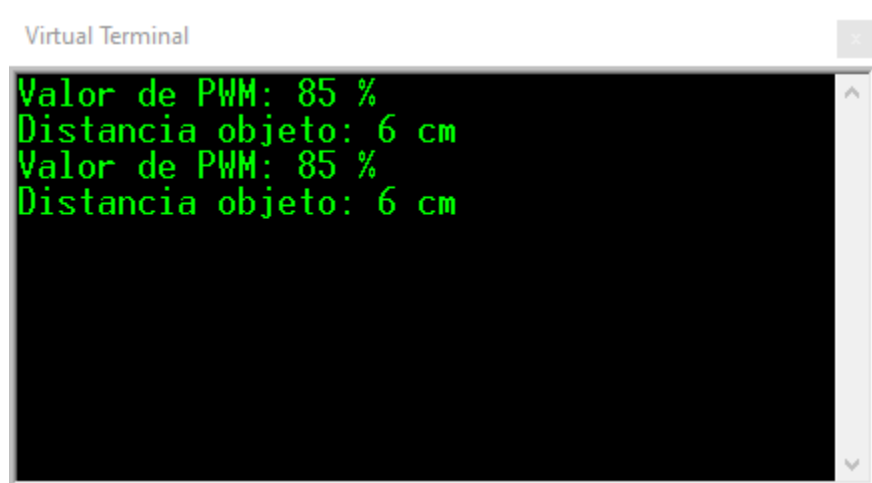

Fig 1 Ejemplo de visualización de los datos de temperatura medidos por el microcontrolador desde el potenciómetro
- Se debe enviar por comunicación serial RS232 los valores de PWM generado al motor, y distancia medida al objeto con el sensor de ultrasonido véase Fig 1, los cuales se deben actualizar cada segundo.